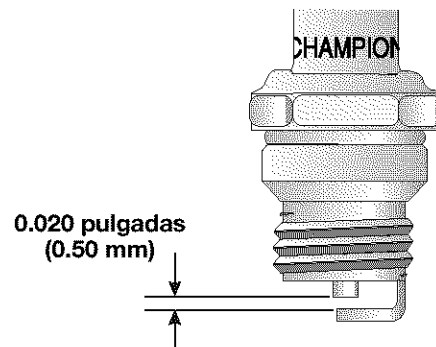

Fig. 28
Use una bujía Champion RDJ7Y (o similar). La separación correcta de aire es **0.020 pulg. (0.50 mm)**. Saque la bujía cada **25 horas** de operación e inspeccione su condición (Fig. 28).
3. Fije la separación de aire en **0.020 pulg. (0.50 mm)** con una galga de alambre (Fig. 28). Instale una bujía de encendido con la separación adecuada en la cabeza del cilindro. Ajústela a **110-120 pulg. • libras (12.3-13.5 N•m)**.